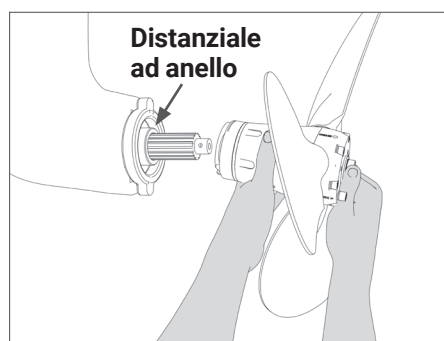

FIG. 1 Inserimento elica sull'asse Sail-Drive
- Innestare il gruppo elica completo sull'alberino del piede Sail-Drive (**Fig. 1 e 2**) e tenerlo in posizione prima del fissaggio.